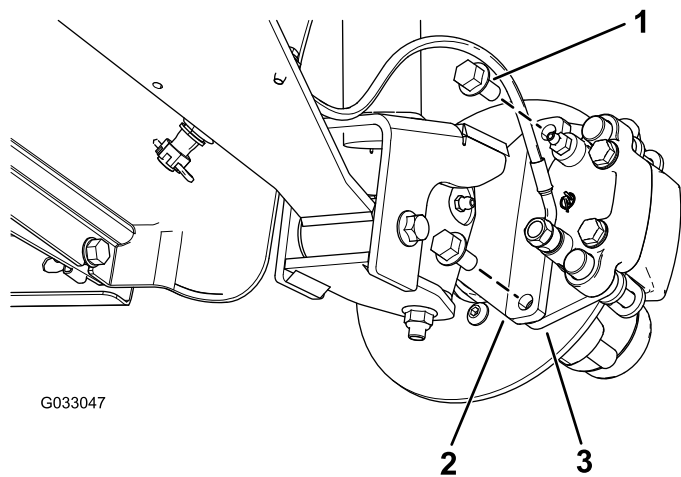
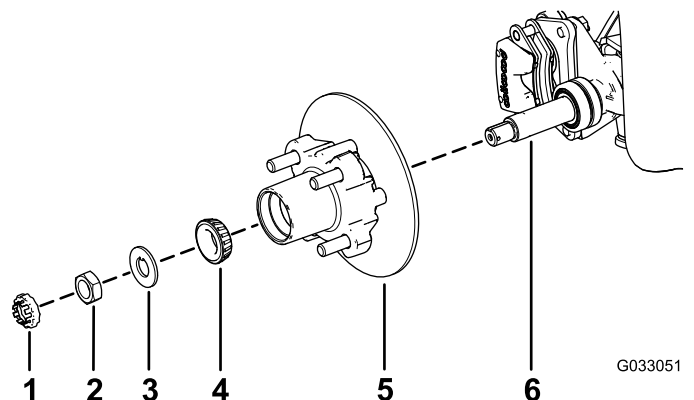

図 23
図 27
3. ブレーキアセンブリ用のブラケットをスピンドルに固定しているフランジヘッドボルト $\frac{3}{8}$ " x $\frac{3}{4}$ "を外してスピンドルからブレーキを取り外す 図 23。
1. スピンドルに所定のグリスを薄く塗る 図 27。
2. ハブとロータをスピンドルに取り付ける。ロータを内側にする 図 27。
3. スピンドルに外側ベアリングを取り付けてレースにはめる 図 27。
4. スピンドルにタブワッシャを取り付ける 図 27。
5. スピンドルにスピンドルナットを取り付け、ハブを回してベアリングを着座させながらナットを 15 N·m 1.52 kg·m = 11 ft·lb に締めつける 図 27。
- ブレーキパッドをロータのそれぞれの側に合わせ 図 23、キャリパブラケットの穴と、スピンドルフレームのブレーキ取り付け部の穴を整列させる 図 27。
- キャリパブラケットをスピンドルフレームに固定する 図 23 フランジヘッドボルト $\frac{3}{8}$ " x $\frac{3}{4}$ " 2本を使用する。